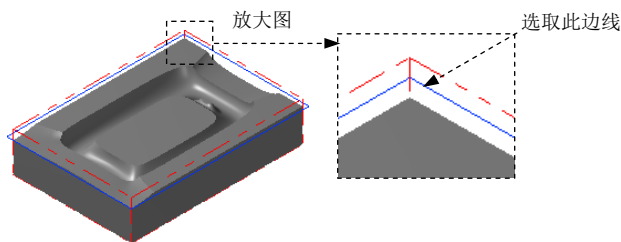

图 23.14 选取切削范围边线
(2) 设置加工边界。在 **Containment boundary** 区域中单击 ☐ 按钮，系统弹出“串连选项”对话框。在图形区中选取图 23.14 所示的边线，单击 ☒ 按钮，系统返回至“刀具路径的曲面选取”对话框。